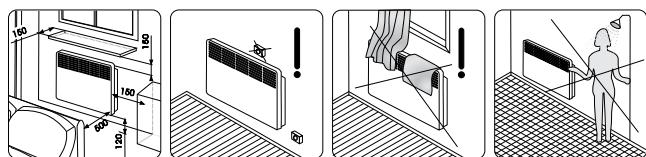

Рис. 3
3. В соответствие с рис. 3 определите место установки конвектора с соблюдением минимальных расстояний от предметов и минимального расстояния от пола.